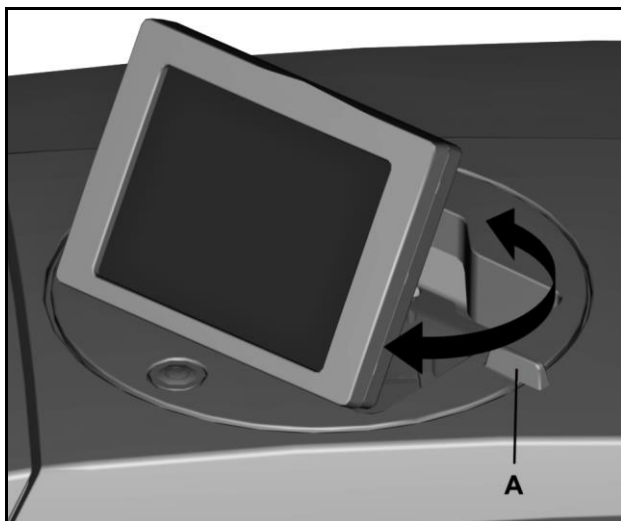

Рисунок 13 Поворот сенсорной панели
- 2 Поверните панель с помощью рукоятки (A) в требуемое положение (см. Рисунок 13 Поворот сенсорной панели).